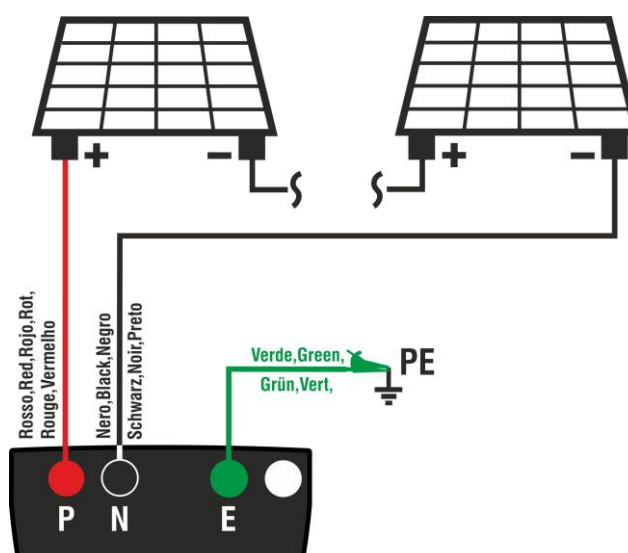

Fig. 4: Connexion de l'instrument dans la fonction DMM
2. Connecter l'instrument à la chaîne PV en cours d'essai comme indiqué dans la Fig. 4